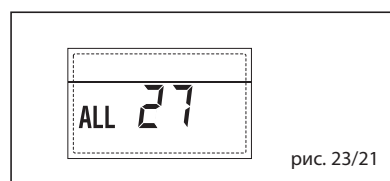

рис. 23/21
– **НЕПОЛАДКА СООТВЕТСТВИЯ ВХОДА (S3) ТОЛЬКО ДЛЯ УСТАНОВКИ 7 “ТРЕВ 28”** (рис. 23/22)